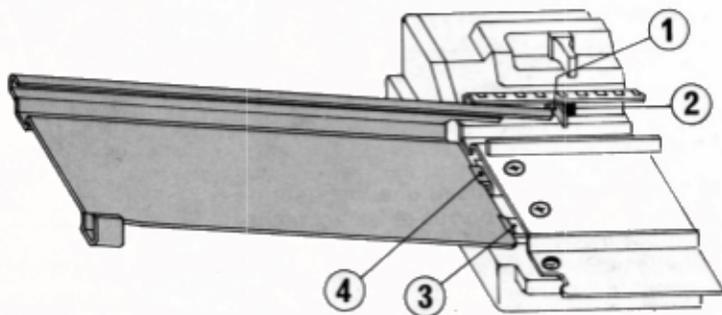

Fig. 136
- Fixer les rails de prolongement à chaque extrémité de la fonture comme suit (fig. 136) :